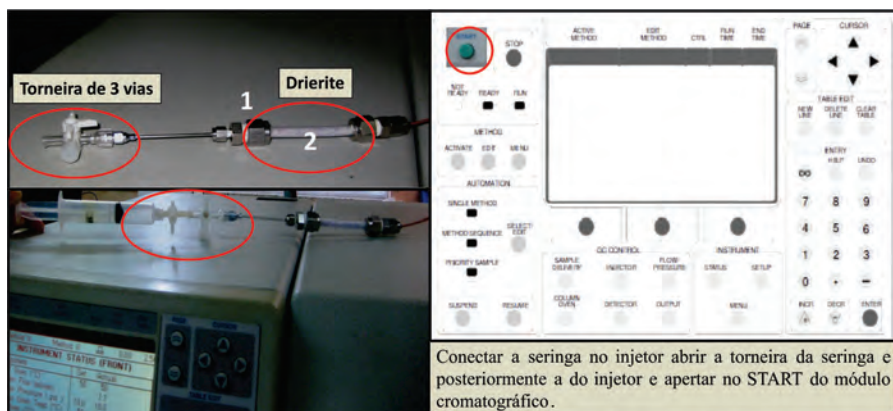

Figura 17. Injeção de amostras no cromatógrafo GC-CP3800 Varian.
- Introduzir a amostra no injetor manual (**on-column**) com auxílio de uma seringa de polipropileno de 10 ml⁸ que possui uma torneira de três vias. Para a injeção, deve-se abrir a torneira da seringa e, posteriormente, abrir a torneira do injetor e apertar no botão Start do painel de controle do módulo do cromatógrafo GC-CP3800 Varian (Figura 17).
Obs.: Para eliminar umidade residual da amostra usa-se **drierite** no injetor, que deve ser trocado periodicamente no início de uma nova análise. Para isso, retira-se com uma chave inglesa a porca e a conexão visualizada no ponto 1 e com o auxílio de um funil coloca-se o dessecante no ponto 2 (Figura 17). O drierite é um dessecante de alta qualidade⁹ feito a partir de 97% de sulfato de cálcio (CaSO_4) e 3% cloreto de cobalto (CoCl_2) anidro, quimicamente inerte, exceto para a água, e pode ser regenerado. A substituição deve ser feita quando a cor padrão (azul) ficar rosa por causa da absorção de traços de água (H_2O). Recomenda-se regeneração a 235 °C ou 450 F em mufla por 2 horas.